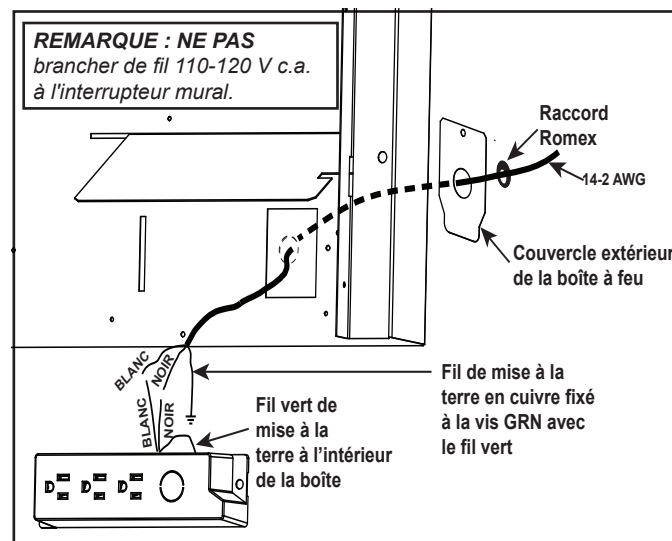

Figure 6.1 Détails de la boîte de jonction
- Enlevez la vis retenant la boîte de jonction/le réceptacle à l'enveloppe extérieure, tournez la boîte de jonction pour la dégager de l'enveloppe extérieure. Voir la figure 6.1.
- Introduisez les fils électriques depuis l'extérieur de l'appareil par cette ouverture, jusqu'au compartiment de vanne, et fixez avec un connecteur Romex. Voir la figure 6.1.
- Enlevez la vis retenant la boîte de jonction/le réceptacle. Voir la figure 6.1.